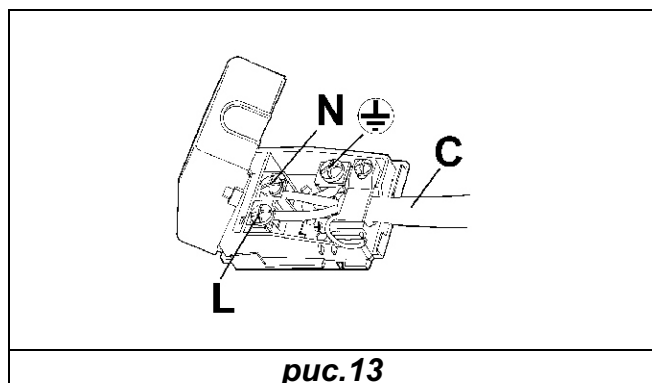

рис.13
- Подсоедините к кабелю стандартную штепсельную вилку, соответствующую мощности, указанной на маркировочной табличке. Подсоедините провода согласно рис. 13, уделяя особое внимание следующим соответствиям: